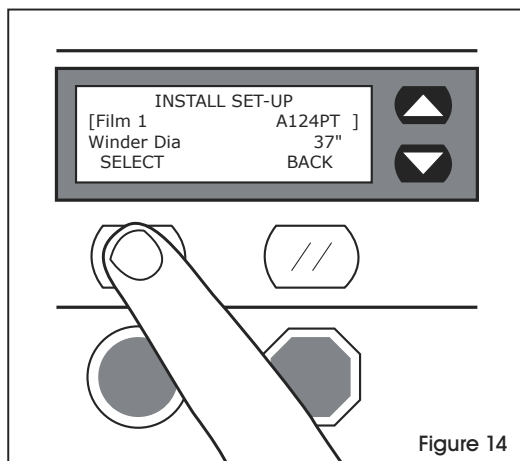

Figure 14
3. Utilisez les touches fléchées pour déplacer le curseur sur " Film Type " (style de film). Appuyez sur le bouton " SELECT " à gauche pour choisir le style de film. (Voir Figure 14)